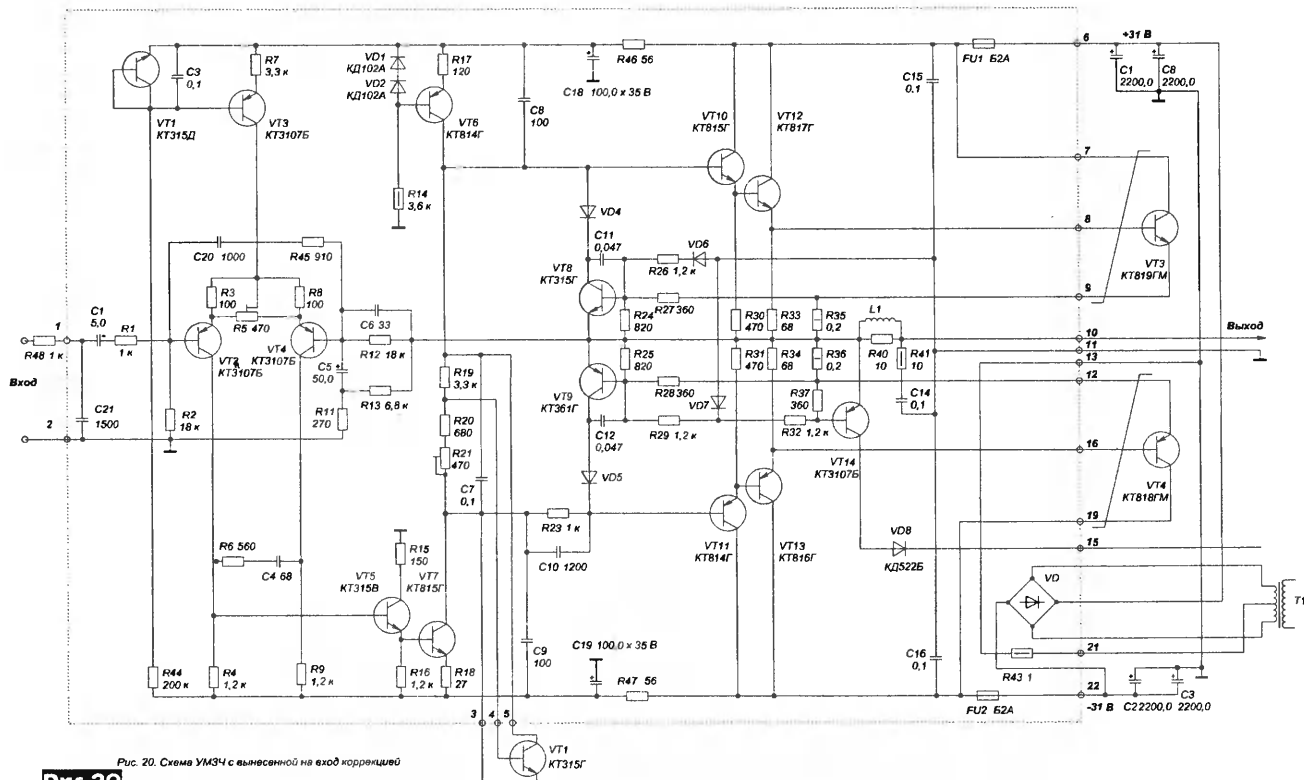

Рис. 20. Схема УМЗЧ с вынесенной на вход коррекцией
- 9 - схема по рис. 4 и рис. 20, нагрузка УМЗЧ отключена.
С8, С9, причём, если частота первого полюса АЧХ с разомкнутой цепью ООС в усилителе с разомкнутой ООС задана на выходе УН, её значение выше, чем при любых альтернативных способах частотной коррекции. Вновь введённые элементы С20, С21 и R45, R48, **рис. 20**, продолжают старую нумерацию. Следует сказать, что для корректного вычисления частоты среза ФНЧ R48C21 следует учитывать ненулевое сопротивление источника сигнала, суммирующееся с сопротивлением R48. АЧХ УМЗЧ по схеме **рис. 20** изображена на **рис. 3** линией 5. Применение вынесенной на вход УМЗЧ противоперегрузочной коррекции R1C20 позволило устранить на фронтах и спадах сигнала в точке С при 2 В, **рис. 21** и уменьшить амплитуду выбросов в точке В до 60 мВ при их длительности 0,5 мкс,
щего вероятность появления самых вредных - переключательных - искажений и нежданной помощи со стороны пик-фактора, вынуждающего слушателя во избежание ограничения нечасто встречающихся пиков сигнала слушать усилитель на десятой части номинальной мощности, где его линейность ещё высока; сравните строки «0,125 Вт», «1 Вт» и «10 Вт» столбцов 8 - 10 и 11 - 13. Оптимизация коррекции с целью набора усиления и повышения линейности в УМЗЧ по схеме **рис.4** внесли меньший, но всё же ощутимый вклад в «прозрачность» звучания на высоких частотах. Заметно «отполировали» и «успокоили», сделали нейтральным резковатый, «песочный», «транзисторный» звук изменения в схеме УМЗЧ от **рис.4** к **рис.20**. Звучание доработанного УМЗЧ сравнивалось со звучанием собранного намного красивее на гораздо более качественных импортных транзисторах бюджетного ресивера фирмы «Харман Кардон» примерно с той же схемотехникой и выходной мощностью, но с двухкаскадным выходным повторителем и током покоя выходного каскада 10 мА. «Амфитон» победил, а «Харман Кардон» был просто ...продан.